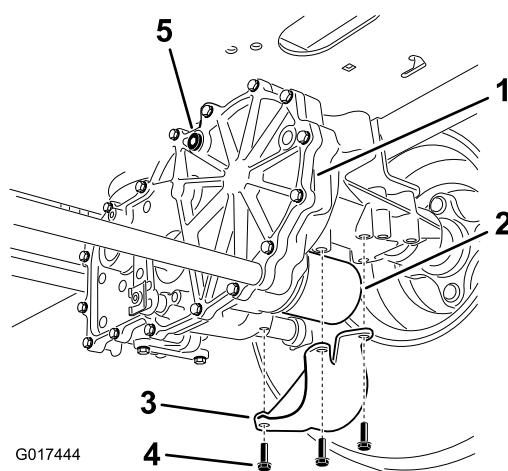

Figura 72
- Individuate il filtro e le protezioni su ogni sistema di trasmissione (Figura 72).
- Rimuovete le 3 viti con cui è fissata la protezione del filtro (Figura 72).